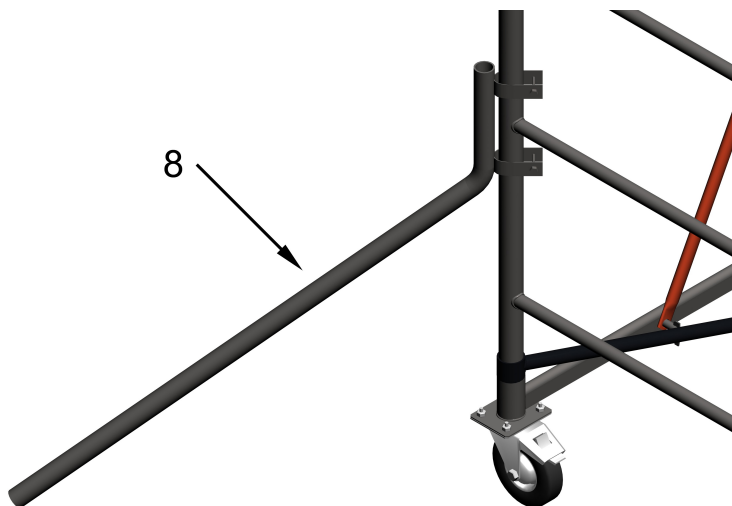

Рис.3
5.1. При сборке вышки высотой 4.7 метра (2 секции включительно), у основания необходимо закрепить стабилизаторы (8) для дополнительной устойчивости вышки. (Рис.3)